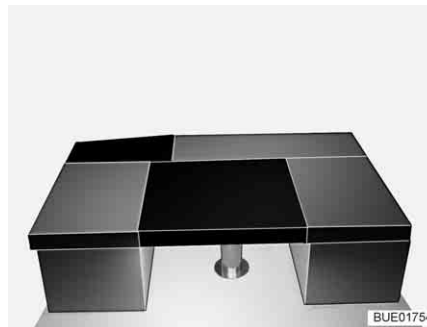

Fig. 152 Dopo la trasformazione
- Collocare il cuscino aggiuntivo rettangolare sul tavolo (tra i cuscini dei sedili dei divani, vedi Fig. 152).